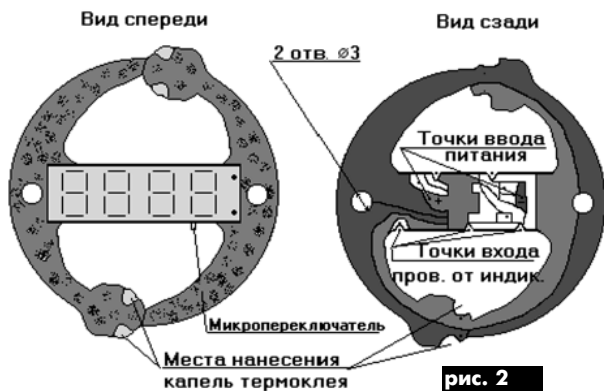

рис. 2
Эта реализация положила начало созданию нескольких значков-сувениров других конструкций, в частности, значка в виде двух зеленых змеек (окрашены зеленым цапонлаком), кусающих друг друга за хвост (рис. 2).
**Детали.** В схемах использованы резисторы и конденсаторы для SMD-монтажа: резисторы размером 1206; конденсатор C1 - танталовый, размером В, 22мкФх10 В. Микросхемы: MM74HC107, KM7555CD, MAX777. Дроссель (рис. 1) фирмы "Murata" типа LQH4N220K04 SMD 22мкГн. Диод Шотки импортный типа BAT42. Индикаторы типа P3A08-11EWA фирмы "Kingbrigi", типа AC-244с фирмы "ParaLight". Светодиоды типа L-955 для SMD-монтажа. Аккумуляторы (рис. 1, 3) фирмы "Varta" V15H, батарея (рис. 2, 3) также фирмы "Varta" CR2430; бокс для батарейки ACE SN2032.